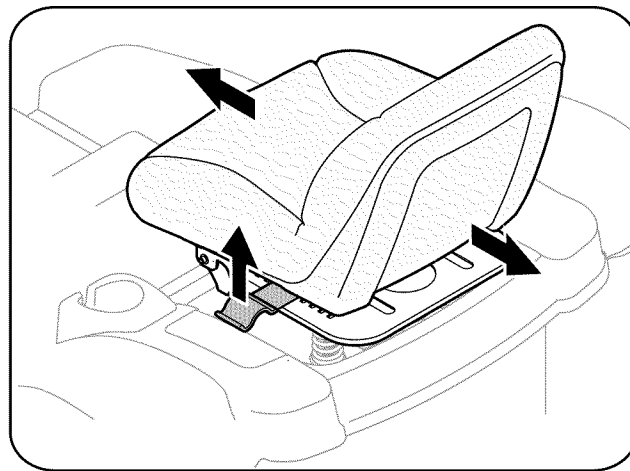

Figura 6-5
1. Siéntese en el asiento, tome la palanca de ajuste que está del lado izquierdo del asiento y tire hacia arriba para desengancharla de la placa divisora del asiento. Vea la Figura 6-5.
2. Deslice el asiento a la posición deseada. Vea la Figura 6-5.